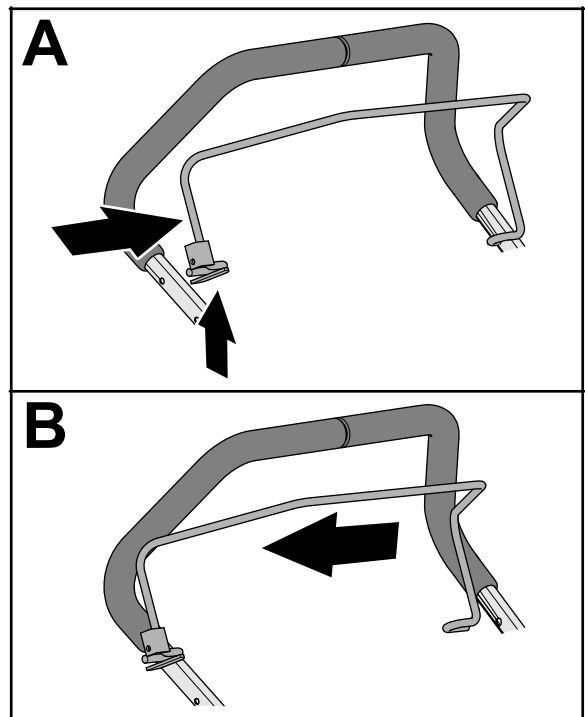

**Figure 9**
1. Serrez le côté de la barre de présence de l'utilisateur jusqu'à ce qu'il sorte de la partie supérieure, puis déposez la barre de la machine (Figure 9).